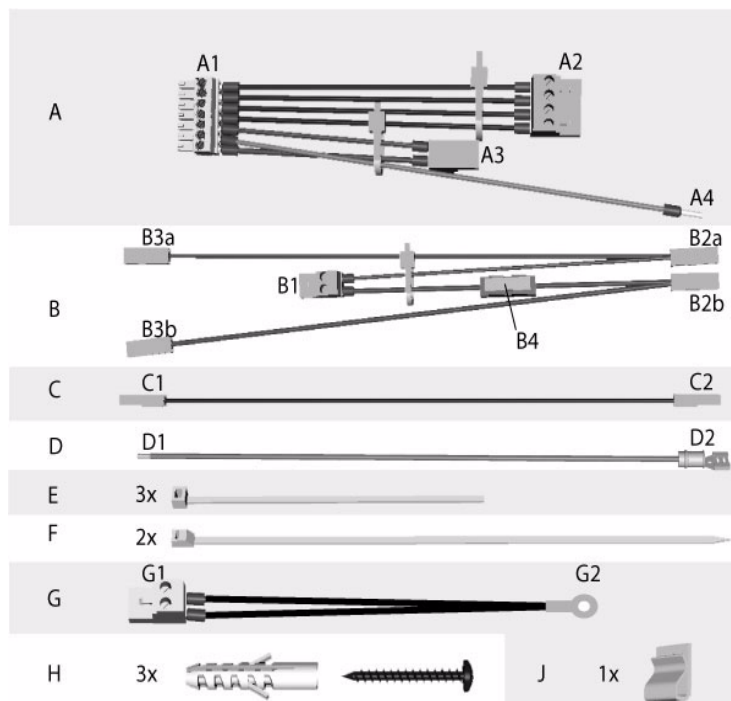

Figure 2 Contenu du kit d'accessoires
3. Placez le support **J** (Figure 2) à l'arrière du caisson afin de pouvoir y fixer par la suite les connecteurs inutilisés du câble **B**.